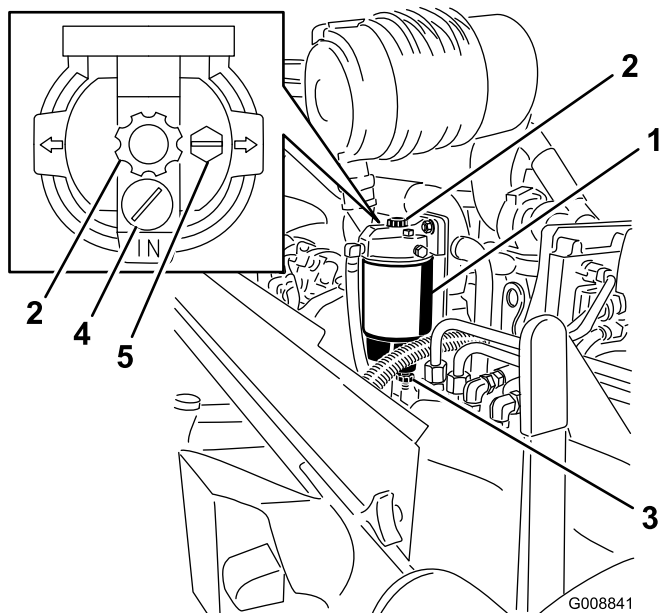

Figure 62
1. Placez un bac de vidange propre sous le séparateur d'eau (Figure 62).
2. Ouvrez le bouchon de vidange et actionnez la pompe pour vider les contaminants (Figure 62).
- Vidangez une partie du carburant en desserrant le bouchon d'aération et en ouvrant le bouchon de vidange (Figure 62).